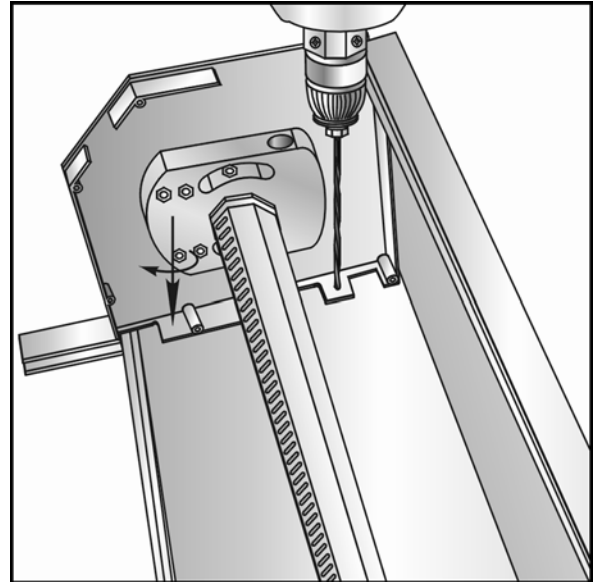
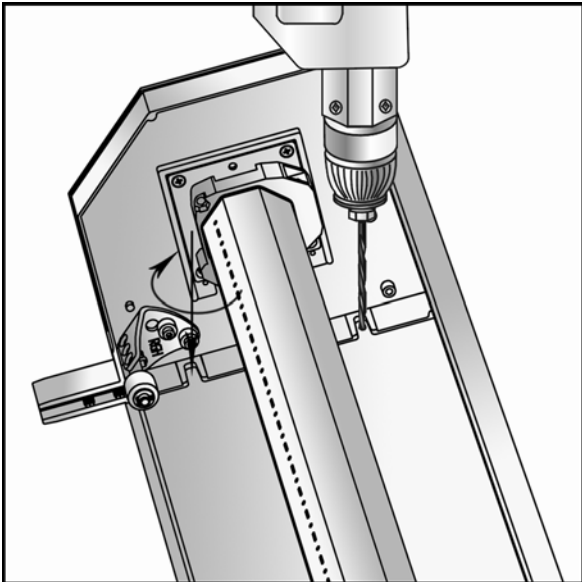

Abb. 2.8
Abb. 2.9
- bei der Montage vor der Öffnung sind zwei Löcher in der hinteren Umbördelung jeder Blendenkappe zu bohren (Abb. 2.8). Falls es in der hinteren Wand der Blendenkappe Löcher zur Montage gibt, dann ist es vorteilhaft, diese Löcher für die Befestigung zu verwenden (Abb. 2.9);